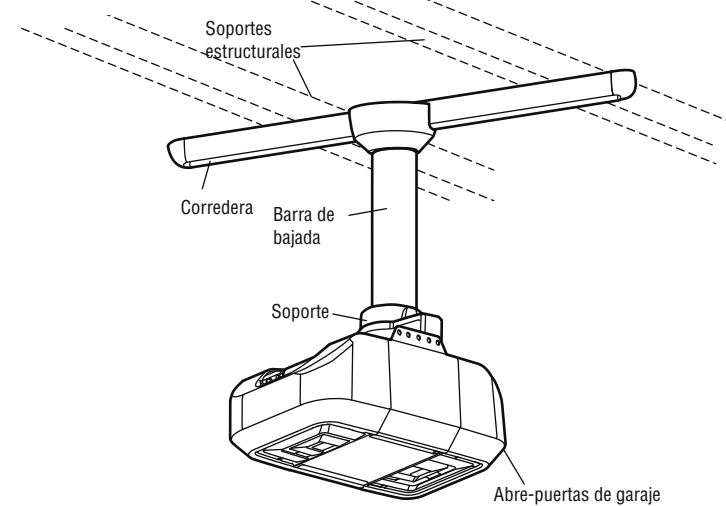

FIGURA 3
3. SUJETAR EL SOPORTE A LA BARRA DE BAJADA (FIGURA 3)